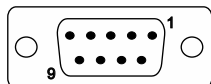

Рис. 17
- Подключите 9-контактный разъем D-SUB согласно **Рис. 17.**